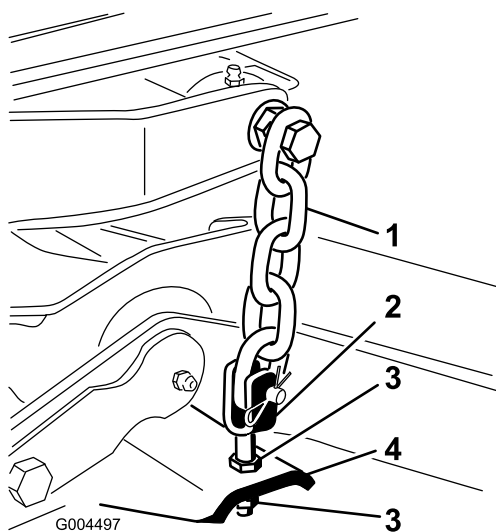

Figura 75
- Ajuste las contratuercas que fijan las horquillas/cadenas de la parte trasera de la carcasa para elevar la parte trasera, hasta que la inclinación de las cuchillas sea de 8 mm (Figura 75).